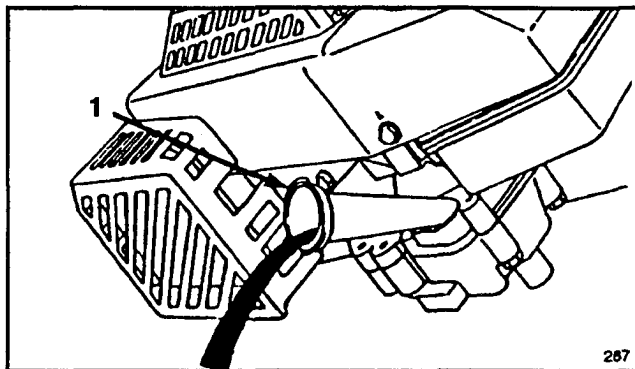

Abbildung 15
4. Den Mäher auf die linke Seite kippen, damit das Öl in die Wanne ablaufen kann (Abb. 15).